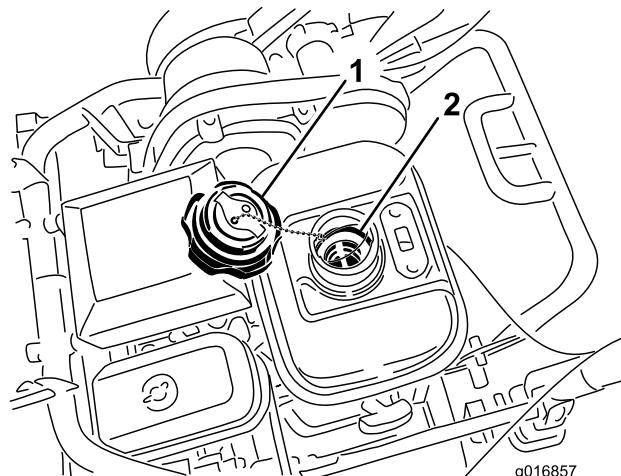

Bild 38
4. Schrauben Sie den Tankdeckel ab und entfernen ihn vom Kraftstofftank (Bild 38).